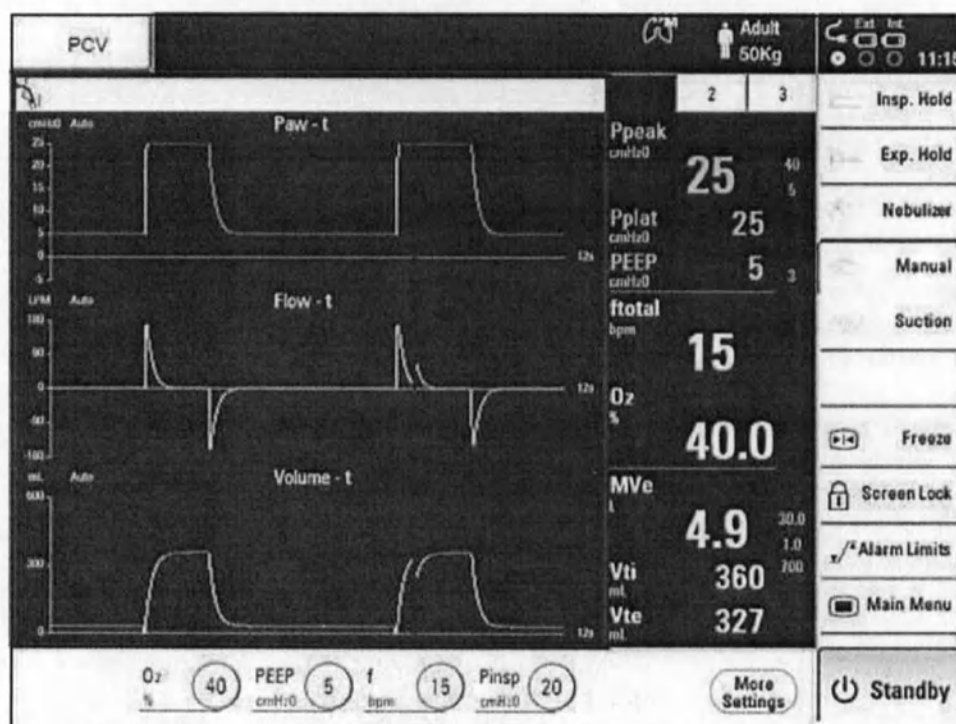

Рисунок 6-8.
2.8 состоянии по умолчанию в этой области отображаются три графика: график давления, график потока и график объема. См. пример на рис. 6-8.